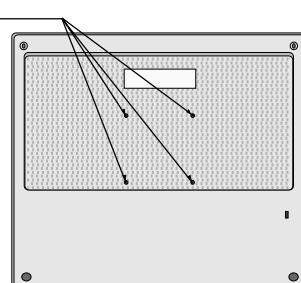

Rysunek R.4
6. Podłącz kabel AC, kabel sygnałowy i kabel audio z tyłu monitora (**Rysunek R.4**).